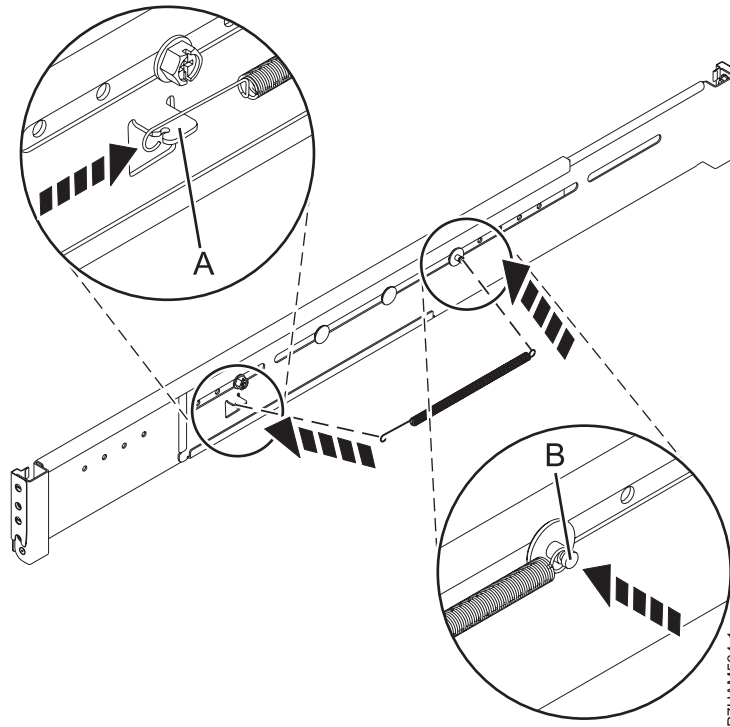

Figure 3. Installation du ressort sur la glissière
2. Installez le ressort sur la glissière en enroulant une extrémité sur le crochet du ressort (A) et l'autre autour de la vis de butée (B), comme illustré à la figure 3, à la page 5.